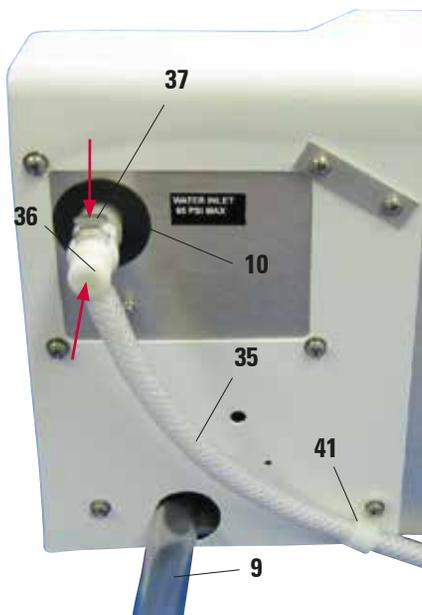

Fig. 21
- Passe a mangueira de drenagem (9) dentro de um tanque de coleta ou recipiente adequado. Certifique-se de que a mangueira não esteja dobrada e de que a água possa ser drenada para baixo livremente.
- Conecte então o fornecimento de água de enxague (35) ao corador.
- Para isso, passe o conector (36) dentro do orifício (10) no aparelho até que ele encaixe na posição. Para soltar a mangueira, pressione a placa (37) e puxe o conector de volta.
- Fixe a mangueira à unidade usando a braçadeira (37) no local mostrado na Fig. 21.